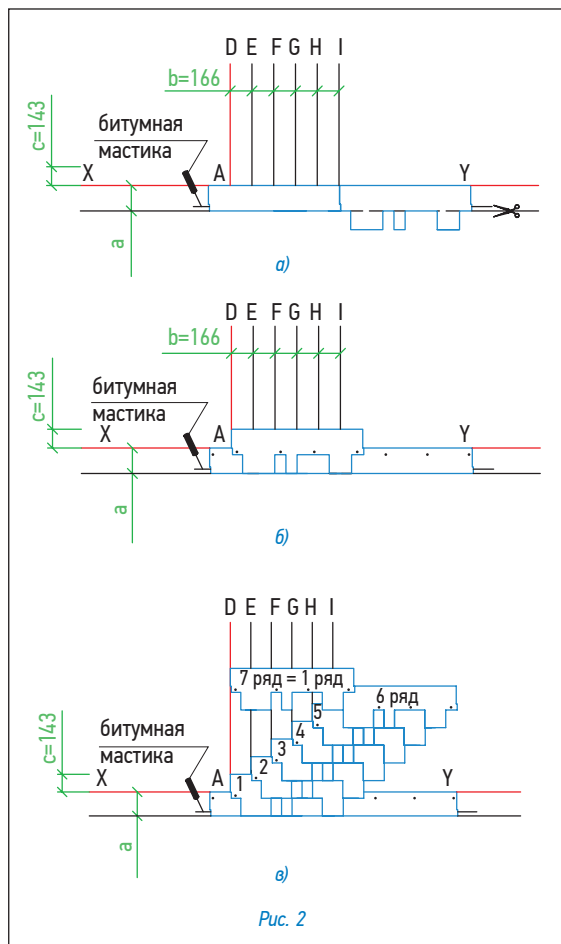

Рис. 2
Укладка материала (рис. 2)
- Начальный ряд формируется из специальной коньково-карнизной черепицы, либо из листов черепицы с обрезанными лепестками. Элементы начального ряда укладываются по линии карниза в обе стороны от линии I (рис. 2а) и фиксируются по нижнему краю битумной мастикой, а по верхней кромке 4 гвоздями (ось гвоздей на 5 см ниже верхнего края полосы);
- далее первый ряд черепицы укладывается от линии AD (рис. 2б);
- второй ряд укладывается от линии E (со смещением 16,6 см от AD) (рис. 2в);
Каждый лист черепицы крепится 4 гвоздями в штатных местах таким образом, чтобы гвоздь прошивал и верхний край нижележащего листа черепицы (рис. 2в).